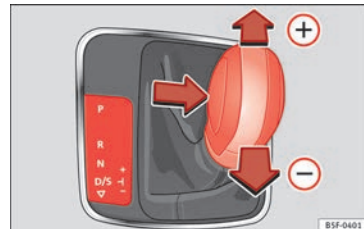

Abb. 144 Mittelkonsole: zu Tiptronic ändern.
- Um einen Gang hochzuschalten, tippen Sie den Wählhebel nach vorn (+) » **Abb. 144**.